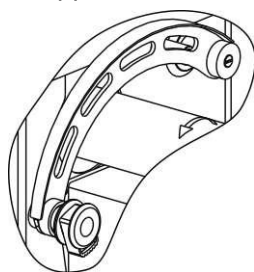

Рисунок 4.2 – Исходное положение линейки
4.2.5 Подключить вилку УЗ датчика (22) к гнезду «УЗ» (15), вилку датчика кожуха (23) – к гнезду «Кожух» (14) (использовать цветовую маркировку гнезда и вилки, рисунок 4.2, рисунок 4.5).